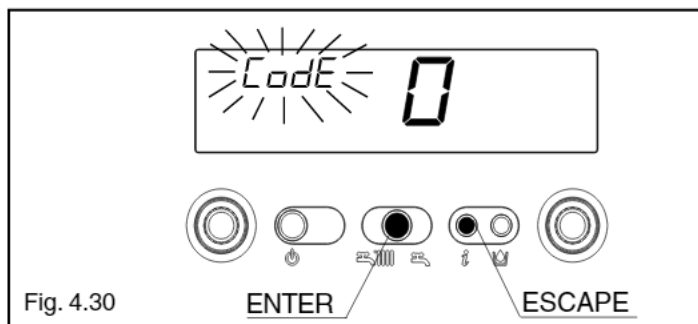

Fig. 4.30
Premere contemporaneamente il tasto modo di funzionamento e il tasto  per circa 10 secondi. Il display si presenta come in fig. 4.30. Inserire il codice password di accesso alle funzioni di TARATURA & SERVICE ruotando il selettore temperatura acqua sanitario fino ad ottenere il valore necessario.
- premere il tasto ENTER per accedere alla modifica del valore del parametro. Alla pressione del tasto ENTER i digit lampeggiano evidenziando il valore precedentemente impostato (fig. 4.30)